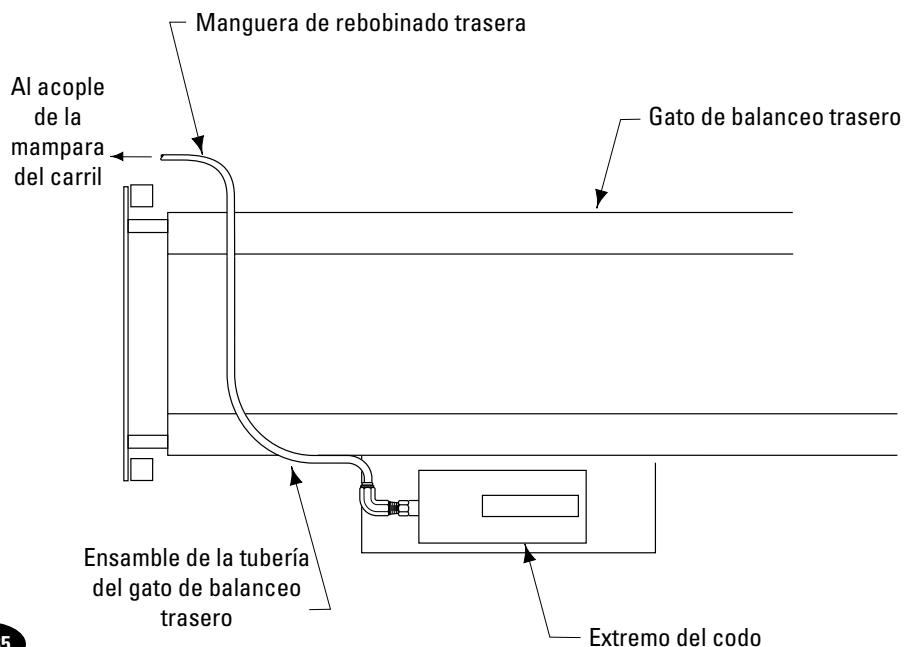

Fig. 35
- Conecte un extremo de la manguera de retracción trasera que se proporciona al acoplador de cabeza T en el punto medio del carril. Conecte el otro extremo de la manguera de retracción al acoplador soldado sobre el gato de balanceo, Fig. 35 y 37.
- Conecte el extremo del codo del ensamblaje de la tubería del gato de balanceo a la bomba de aire y al extremo macho del acoplador, Fig. 35 y 37.